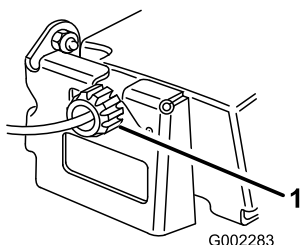

Figure 25
2. Raccordez une pompe à graisse au graisseur dans l'ouverture du couvercle de courroie (Figure 25).